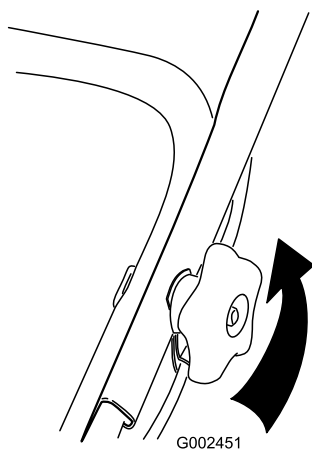

Рисунок 52
1. Ослабьте круглые рукоятки настолько, чтобы можно было свободно двигать верхнюю рукоятку (Рисунок 52).